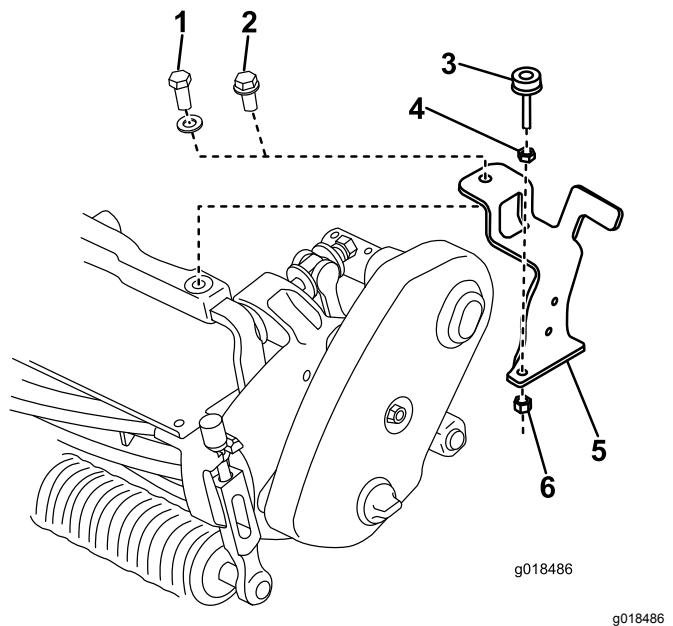

Figure 2
- Sur les modèles Flex 1800/2100, fixez le support de brosse au cadre avant et à la patte avec un boulon à embase ($\frac{3}{8}$ " x 1"), comme montré à la Figure 2.
- Sur les modèles Flex 18/21, fixez le support de brosse au cadre avant et à la patte avec un boulon neuf (M10 x 30 mm) et la rondelle retirée précédemment (Figure 2).
4. Serrez légèrement la vis de réglage de niveau dans le support de brosse avec un écrou de blocage (5/16") et un contre-écrou (5/16"), comme montré à la Figure 2.